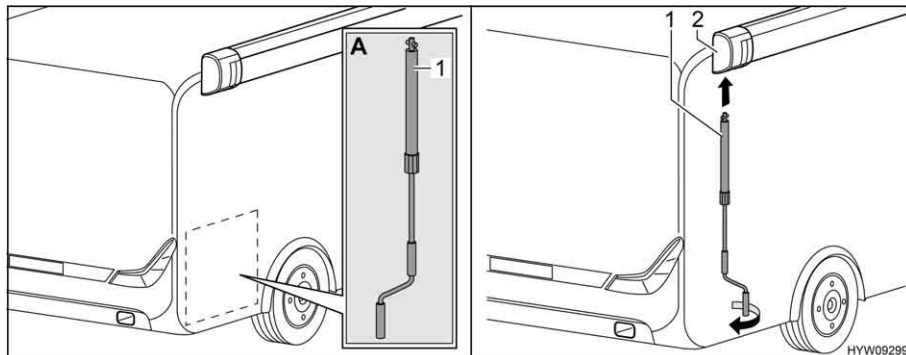

Fig. 27 Applicazione manovella
- Prelevare la manovella (Fig. 27,1) dal garage di coda (Fig. 27,A).
- Inserire la manovella nel supporto a baionetta (Fig. 27,2) della tenda.